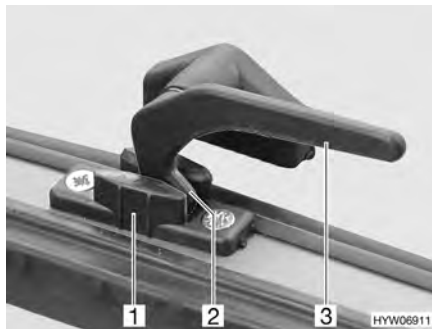
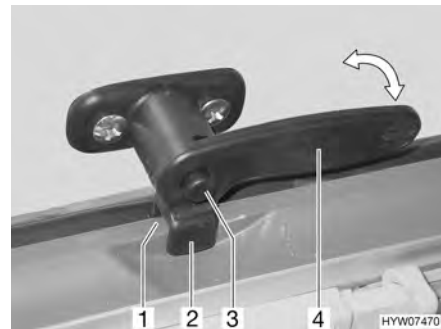

Bild 61 Låsarm utan låsknapp i läget "kontinuerlig vädning"
Bild 62 Låsarm med låsknapp i läget "kontinuerlig vädning"
- I läget "kontinuerlig vädning" (Bild 61 eller Bild 62)
- Tryck på låsknappen (Bild 62,3) vid behov och håll den nedtryckt.
- Sväng låsarmen (Bild 61,3 eller Bild 62,4) ett kvarts varv mot fönstrets mitt.
- Vrid tillbaka låsarmen. För därvid in låsspaken (Bild 61,2) i spåret på fönsterlåsspaken (Bild 61,1) eller fästdelen (Bild 62,2) på låsarmen i fönsterlåset (Bild 62,1).